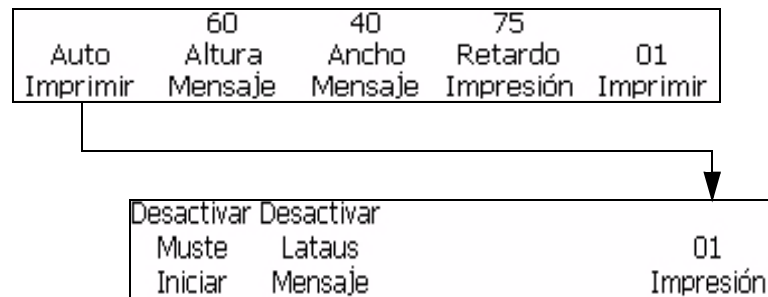

Figura 4-11: Impresión automática
- 1 Desplácese hasta el marco <01 Impresión> (01 Edición > 02 Edición > 03 Edición > 04 Edición - Imprimir Ajuste > 01 Imprimir > 01 Impresión). Consulte la Figura 4-11